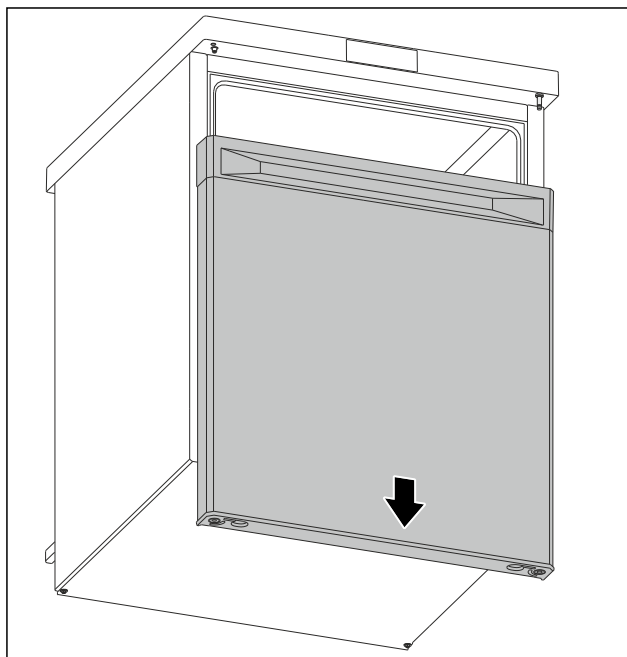

Fig. 6
- ▶ Tür nach unten abnehmen. (siehe Fig. 6)